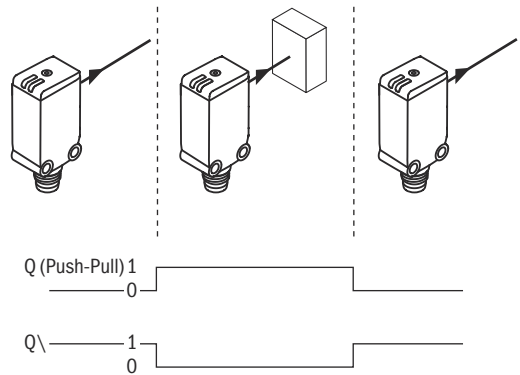

Figura 8: Comportamento di commutazione
- 2 La distanza di lavoro viene regolata premendo il pulsante teach-in finché il LED giallo inizia a lampeggiare lentamente. Sugeriamo di posizionare lo stato di commutazione nell'oggetto, ad es. figura sopra. Una volta regolata la distanza di lavoro, l'oggetto viene rimosso dal percorso del raggio, il che provoca la soppressione dello sfondo e il cambio dell'uscita di commutazione (v. figura 8, pagina 87).
Se l'uscita di commutazione non funziona conformemente al diagramma di cui sopra, controllare le condizioni di applicazione, v. figura 8, pagina 87.